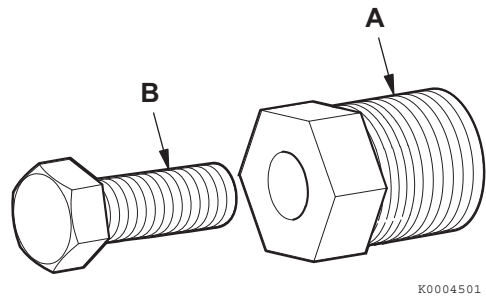

Figura 16
- Monte el extractor (**Figura 16, (A)**) en el rotor.
- Gire el tornillo extractor (**Figura 16, (B)**) en sentido de las agujas del reloj para extraer el rotor del cuerpo de la bomba.